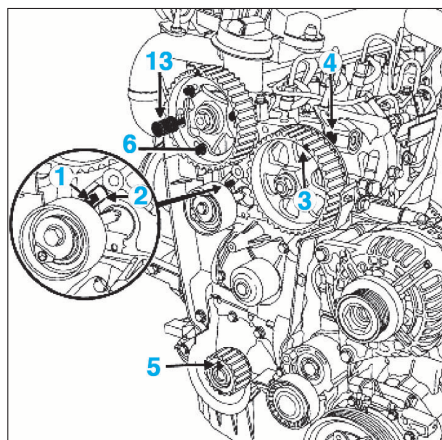

FIG. 28
- Mettre l'ergot (1) du galet tendeur dans la rainure (2) de la culasse (Fig.28).